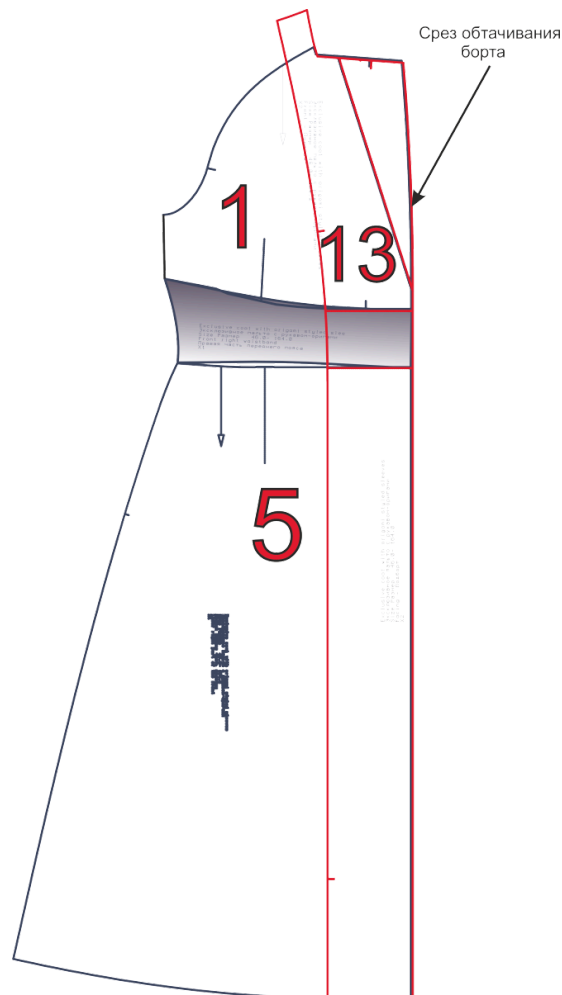

Рис. 3
15. Обтачайте бортовой срез левой полочки и уступ лацкана левой полочки подбортом (Рис. 3).